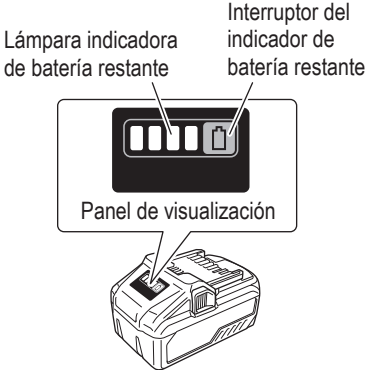

Fig. 13
10. Indicador de batería restante. Puede comprobar la capacidad restante de la batería presionando el interruptor del indicador de batería restante para encender la lámpara indicadora. (Fig. 13, Tabla5)